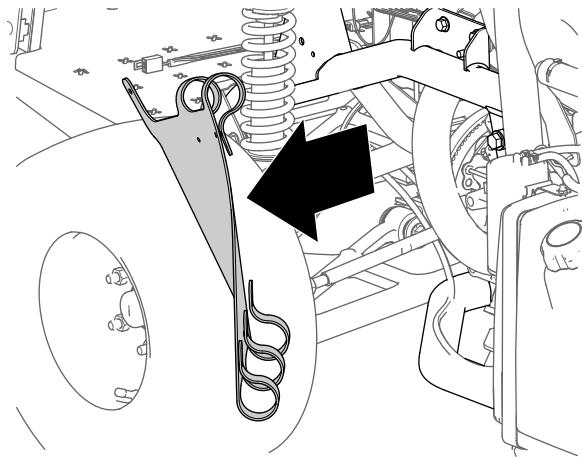

Figura 11
5. Rimuovete la copertura del parafango interno dalla macchina (Figura 11).